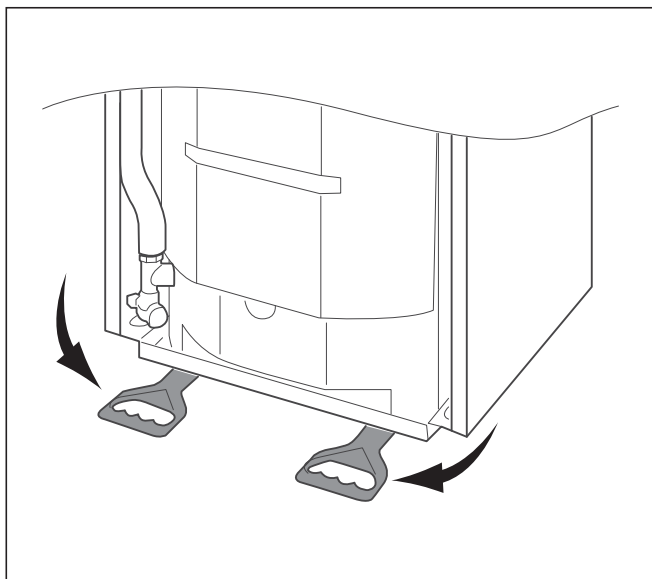

Fig. 4.2 Poignées
- Accédez au dessous de l'appareil et faites pivoter les poignées vers l'avant (voir fig. 4.2). Veillez à ce que les pieds soient vissés à fond.